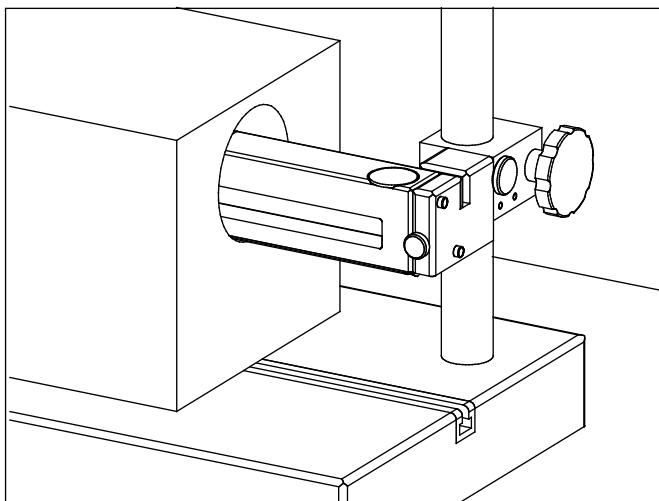

Fig. 7
- MarSurf GD 25 / GD 25 plus può essere introdotta completamente nei fori cilindrici con diametro superiore a 68 mm (v. fig. 7). In questo caso rimuovere i piedini di appoggio e sostituirli con le viti.